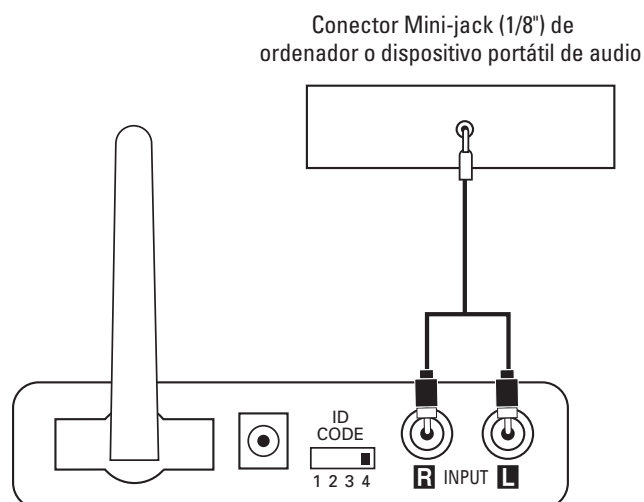

Figura 5.
**Paso 1.** Conecte el cable RCA—mini jack 1/8" (incluido) entre las salidas preamplificadas, de línea o para auriculares de su reproductor portátil de audio y las entradas del módulo transmisor ⑭, tal como muestra la Figura 5.